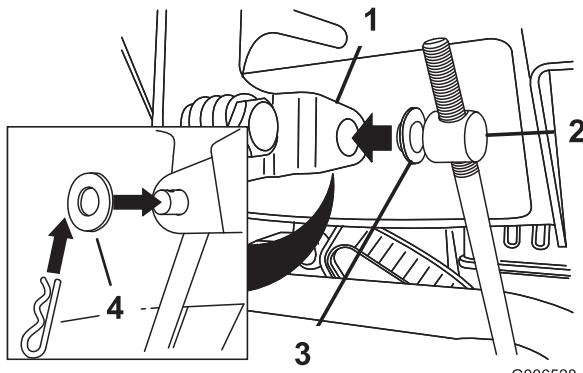

Figure 6
3. Placez une rondelle plate sur le tourillon (Figure 6).
6. Tirez la tige de commande de vitesse et insérez le tourillon dans le trou du levier sélecteur de vitesses (Figure 6).
- D. Remettez le tourillon sur le sélecteur de vitesses (Figure 6).
- B. Retirez le tourillon du sélecteur de vitesses (Figure 6).
- C. Tournez le tourillon vers le haut (sens antihoraire) sur la tige de commande de vitesse (Figure 6).
- C. Tournez le tourillon vers le bas (sens horaire) sur la tige de commande de vitesse (Figure 6).